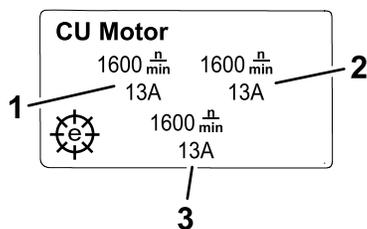

Рисунок 20
- **Экран информации об электродвигателях режущих блоков (Рисунок 20)** показывает частоту вращения каждого электродвигателя режущего блока и силу тока, потребляемую этим двигателем.